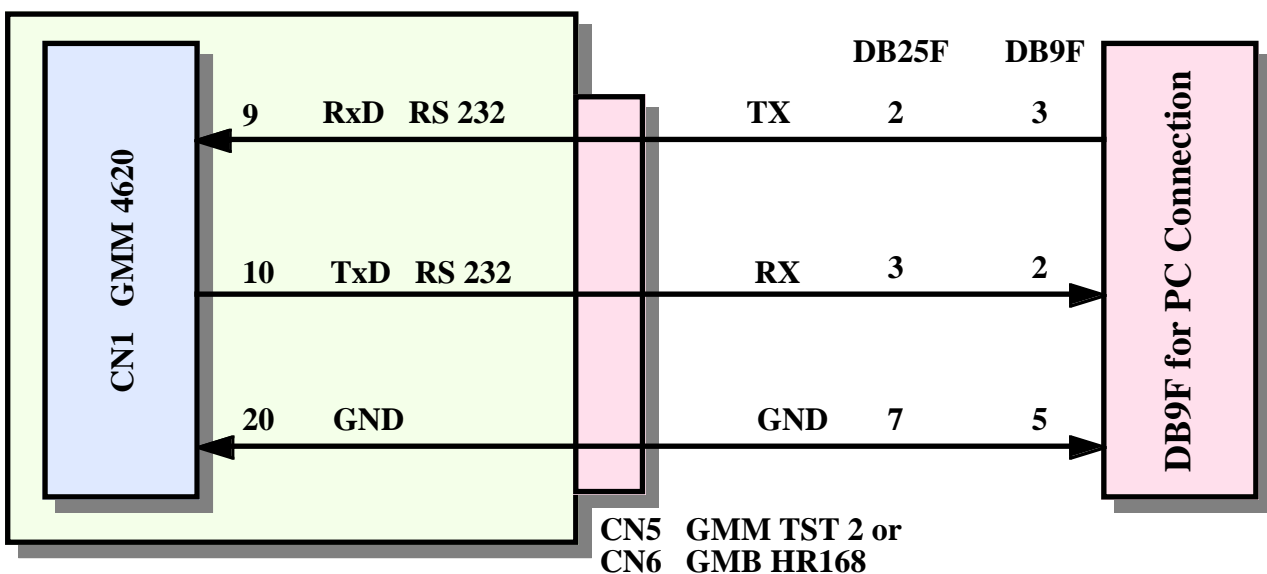

FIGURA 36: ESEMPIO COLLEGAMENTO SERIALE CON UN PC
- B3) Per collegare la **GMB HR168** con il PC, realizzare un cavo come descritto nella figura 36.
La seguente figura e la figura 36 illustrano come collegare un generico sistema esterno alla linea seriale della **GMM 4620**.